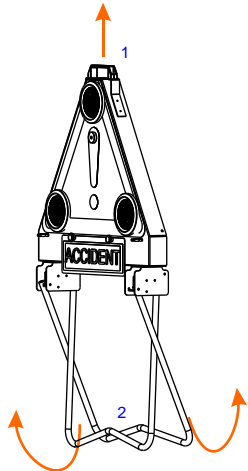

Figure 5. Déploiement des pieds
- Soulever l'ensemble de manière à assurer le déploiement complet des pieds par inertie. (Figure 5.)